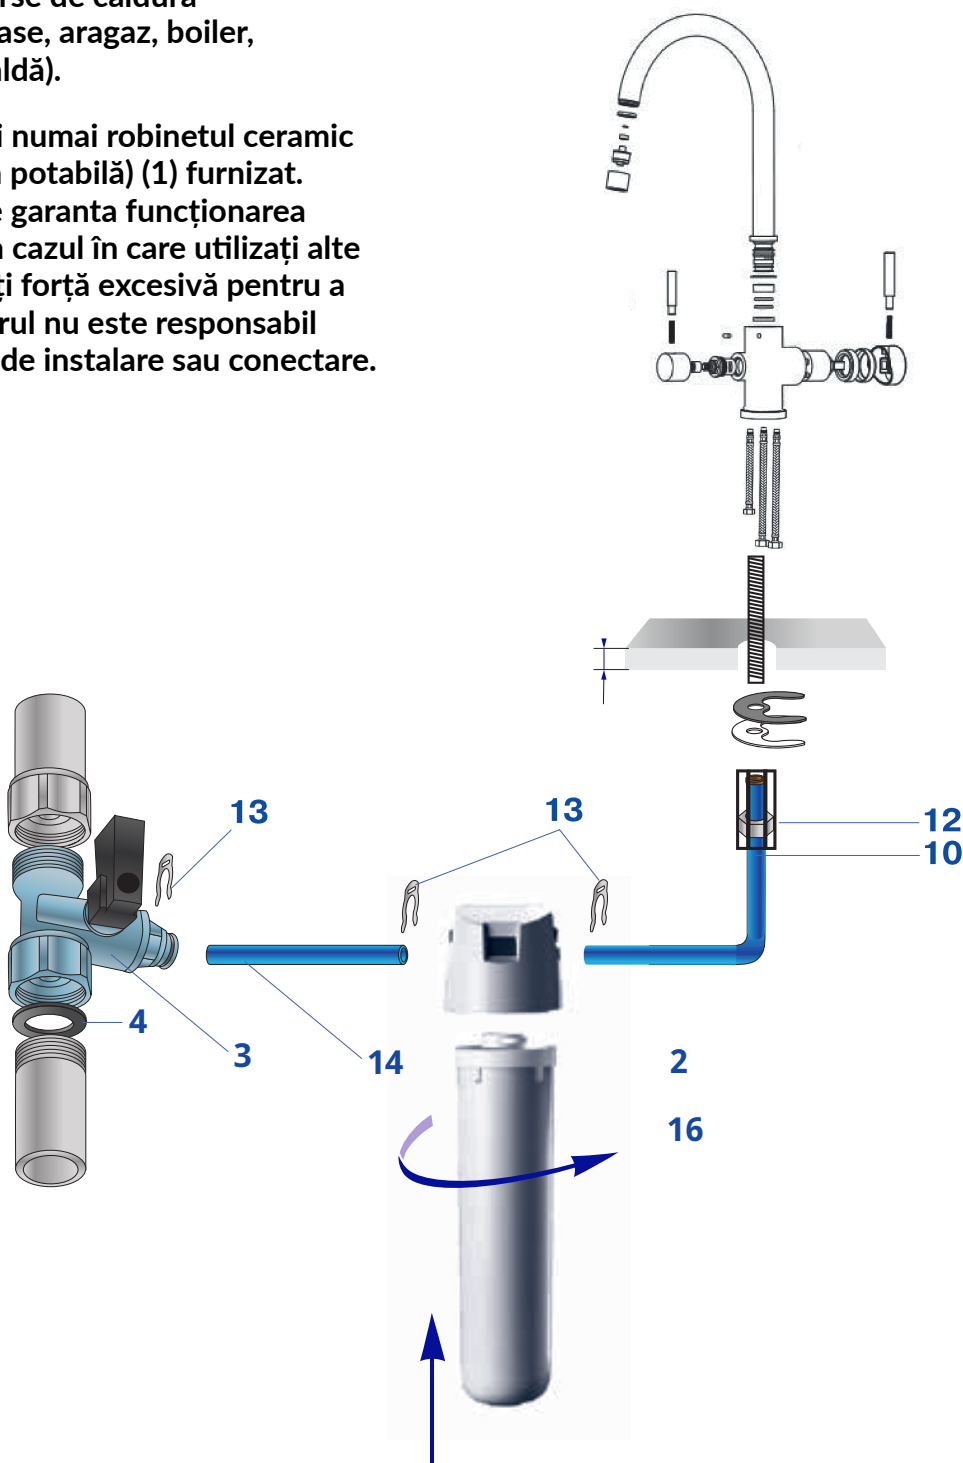

Fig. 1
Conținutul pachetului (fig.1)
Găsiți locații adecvate pentru robinetul de apă potabilă (1), filtrul propriu-zis (2) și robinetul de închidere (fig.1).
Conectarea la conducta de alimentare cu apă (fig. 1):